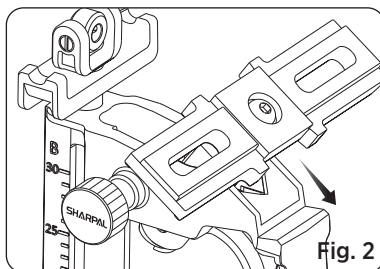

Fig. 2
**Wskazówka:** Upewnij się, że pokrętło obrotowe jest poluzowane przed rozpoczęciem pracy. (Patrz Fig. 2)